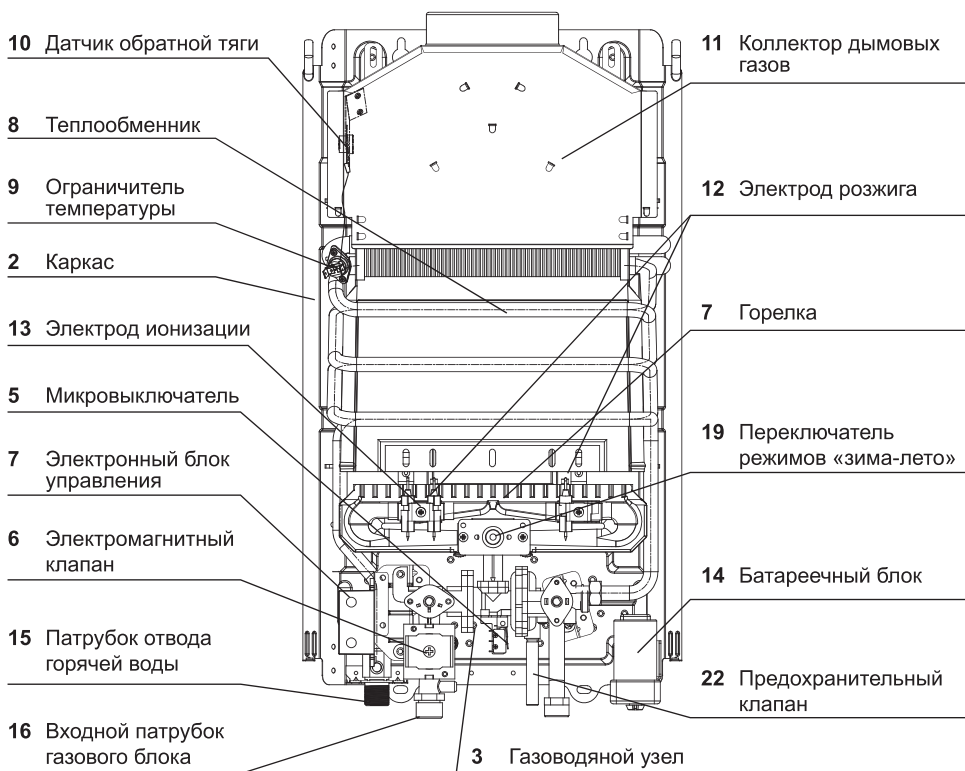

Рис. 1
Составные части изделия, поясняющие принцип устройства аппарата и требующие технического обслуживания во время эксплуатации, показаны на рис. 1.
2.6.1 Газовый проточный водонагреватель настенного типа имеет прямоугольную форму, образуемую съемной облицовкой **1**, установленной на каркасе **2** (см. рис. 1).
**Газоводяная арматура 3** (см. рис.1) предназначен для включения аппарата и обеспечения регулирования температуры воды и расхода газа. Узел состоит из двух регуляторов: водяного и газового.
Конструкция регулятора водяного обеспечивает доступ газа к основной горелке только при наличии протока воды, одновременно обеспечивая срабатывание электромагнитного клапана **6** (см. рис. 1).
- 3) открыть кран горячей воды. Во время протока воды должен произойти искровой разряд между электродами розжига 12 и горелкой 7 (см. рис. 1).